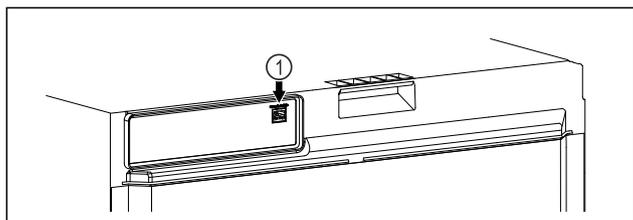

Fig. 108
- ☐ Le SmartModule Fig. 108 (1) est installé.